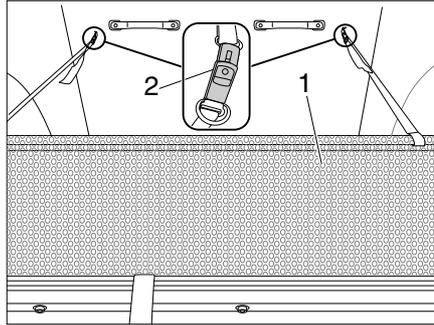

Bild 48 Herausfallschutz
- Herausfallschutz (Bild 48,1) unter der Matratze hervorziehen.
- Herausfallschutz mit Riemenschnalle (Bild 48,2) am Aufstelldach befestigen.
- Riemenschnalle (Bild 48,2) lösen.
- Herausfallschutz (Bild 48,1) unter der Matratze verstauen.